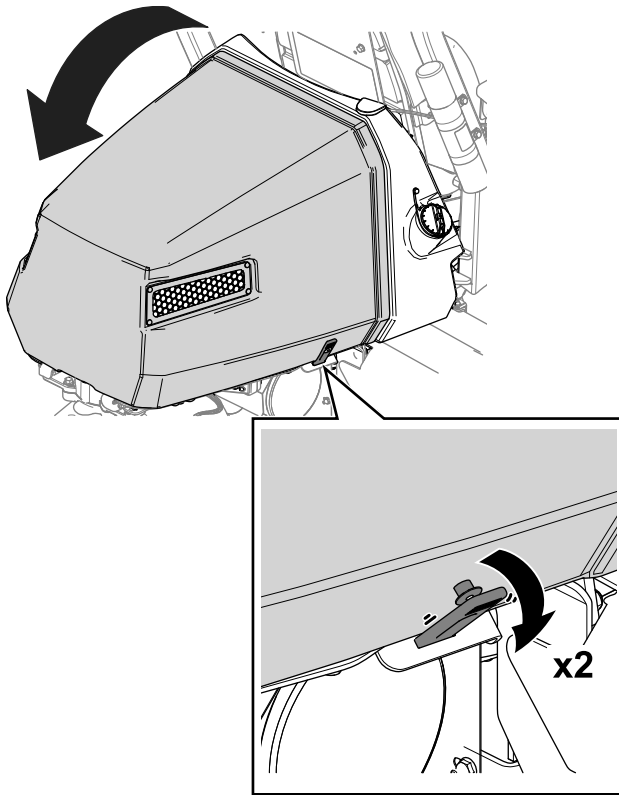

Figura 37
1. Liberte as correias de cada lado do capot (Figura 37).
2. Eleve o capot (Figura 37).